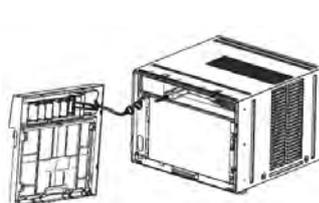

FIG. 4
6. Débranchez la fiche de connexion du panneau d'affichage de l'appareil et placez le panneau avant d'un côté. (Voir la figure 4.)